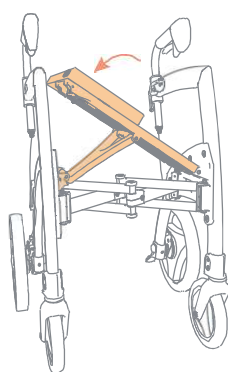

Figura 11: Empujar el asiento hacia abajo hasta que escuche un 'click'.
- Empuje el asiento hacia abajo hasta que encaje en su lugar. Importante: el asiento no está asegurado hasta que haya escuchado claramente un 'click' (**Figura 11**).